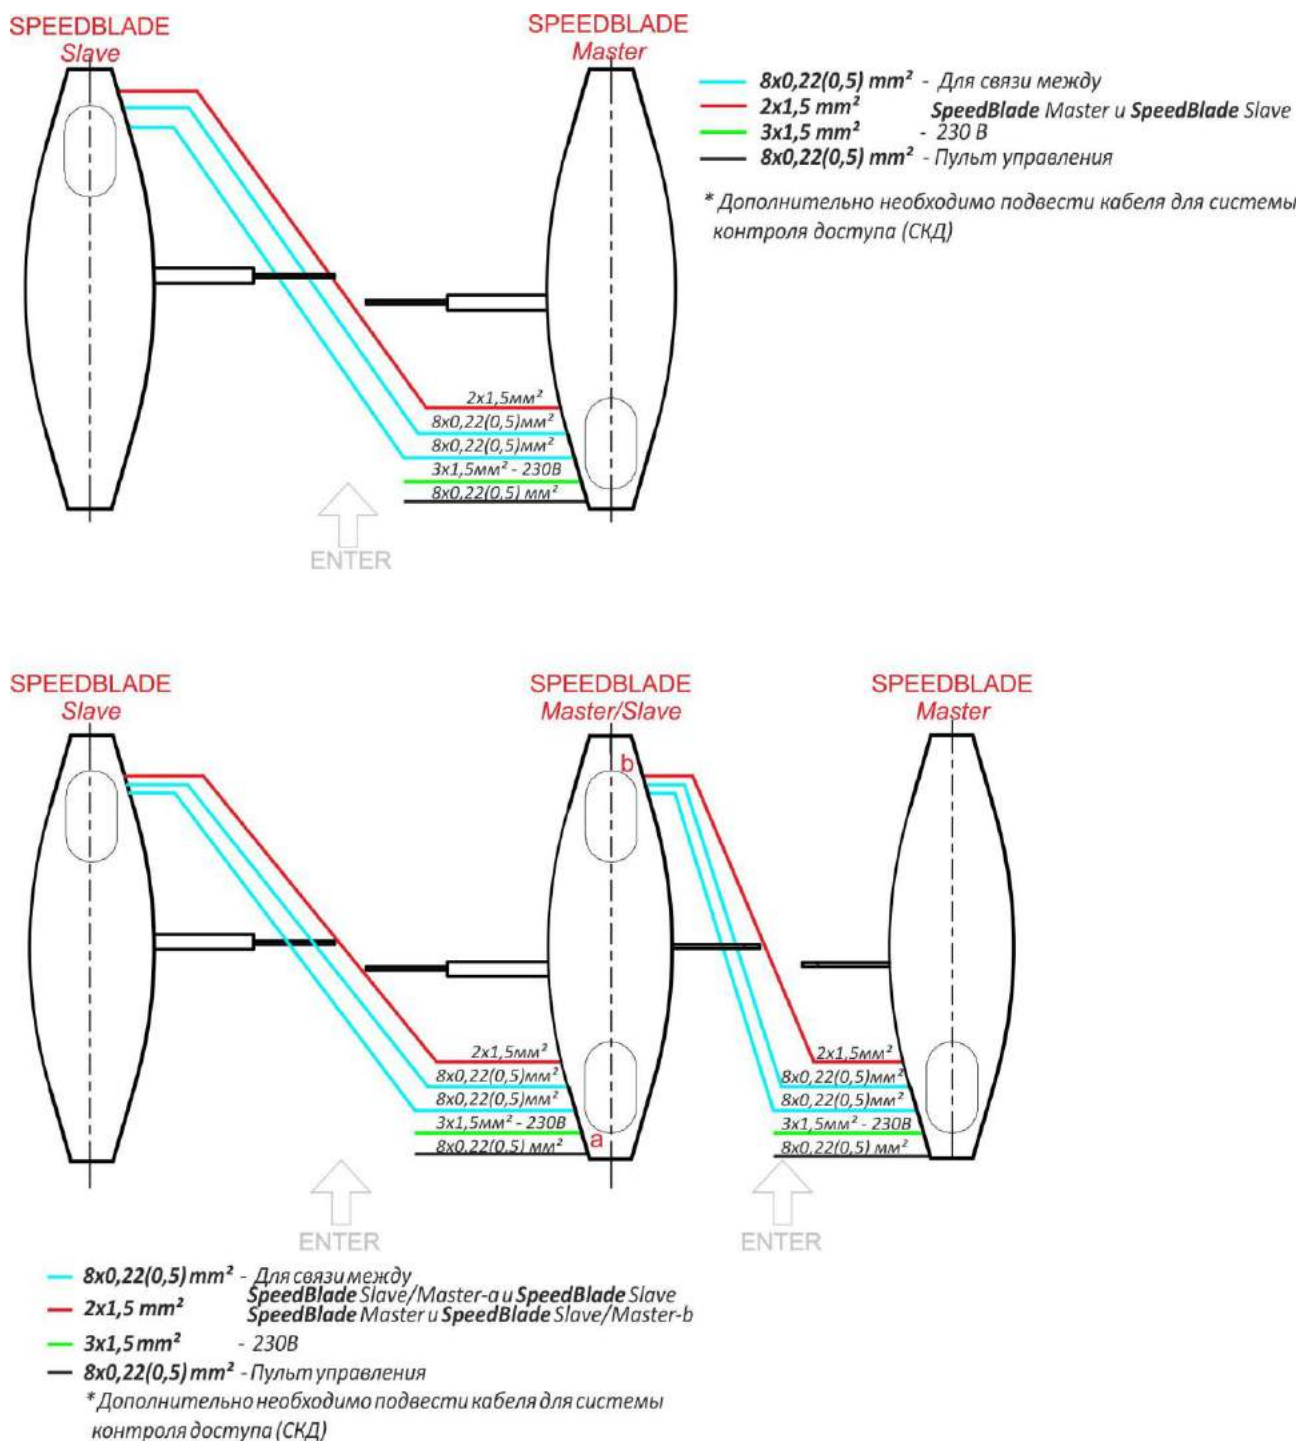

Рис. 12 – Схема подвода кабелей между тумбами1 турникета с телескопическими створками
- Кабели между тумбами (*Рисунок 12 и 13*)